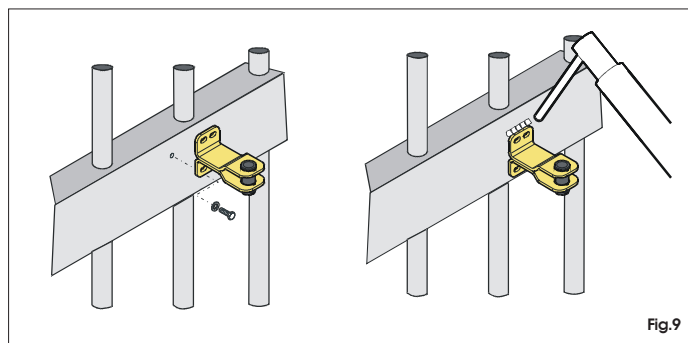

Fig.9
- Sfilare l'attacco dall'operatore per fissarlo all'anta. L'attacco può essere direttamente saldato oppure avvitato utilizzando inserti filettati (Fig. 9).